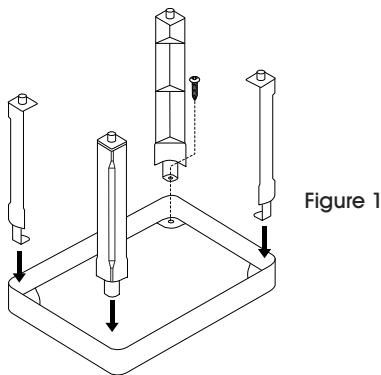

Figure 1
1. Vissez les supports dans le dessus de la tablette inférieure avec quatre vis. (Voir Figure 1)